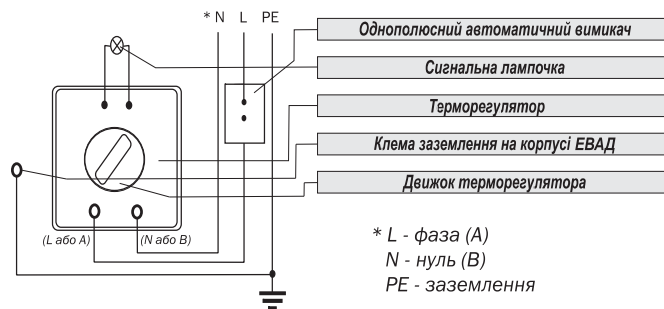

Рис. 7. Схема електрична для моделей E-series, O'Pro, Steatite, EGO, O'Pro+
Підключення моделей E-Series, O'Pro, EGO, O'Pro+ (рис. 7, 8):
Підключення моделей O'Pro (PC) (рис. 7, 8) та Steatite (рис. 7, 9, 10, 11);